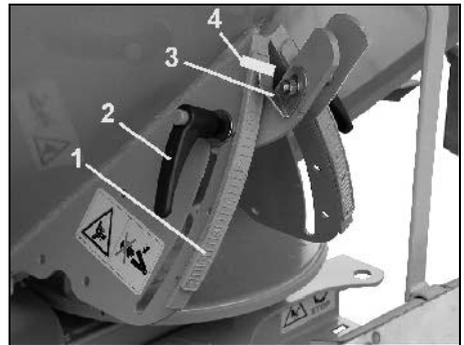

Fig. 29
- Klemmhebel (Fig. 29/2) lösen.
- Die erforderliche Schieberstellung aus der Streutabelle auf der Skala (Fig. 29/1) aufsuchen.
- Die Ablesekante (Fig. 29/4) des Zeigers (Fig. 29/3) auf den Skalenwert einstellen.
- Klemmhebel (Fig. 29/2) wieder fest anziehen.